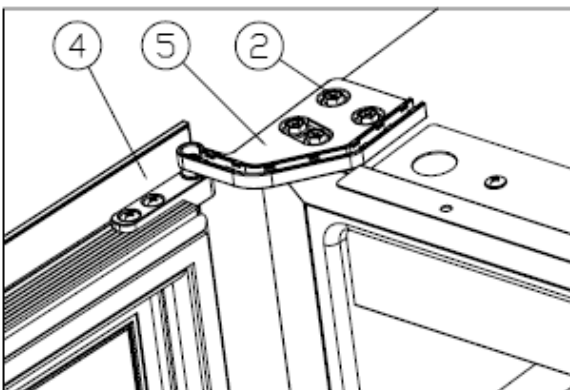

Figure 6
Gire la puerta (4) 180 grados e inserte la bisagra inferior derecha (5), atornille los tornillos M5\*16 (2). [Figure 6]